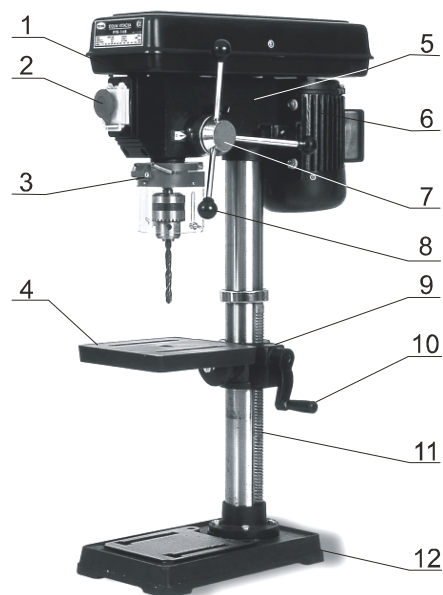

Рисунок 3.
3.3. Узлы и детали оборудования (рис. 3).
3.4. Краткое описание конструкции оборудования (см. рис. 3).